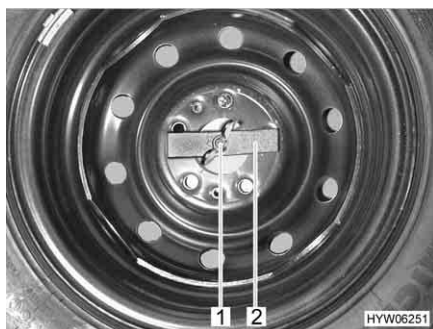

Fig. 128 Ruota di scorta nel gavone di coda
- Svitare manualmente il dado ad alette (Fig. 128,1) e rimuoverlo.
- Rimuovere la barretta di compressione (Fig. 128,2).